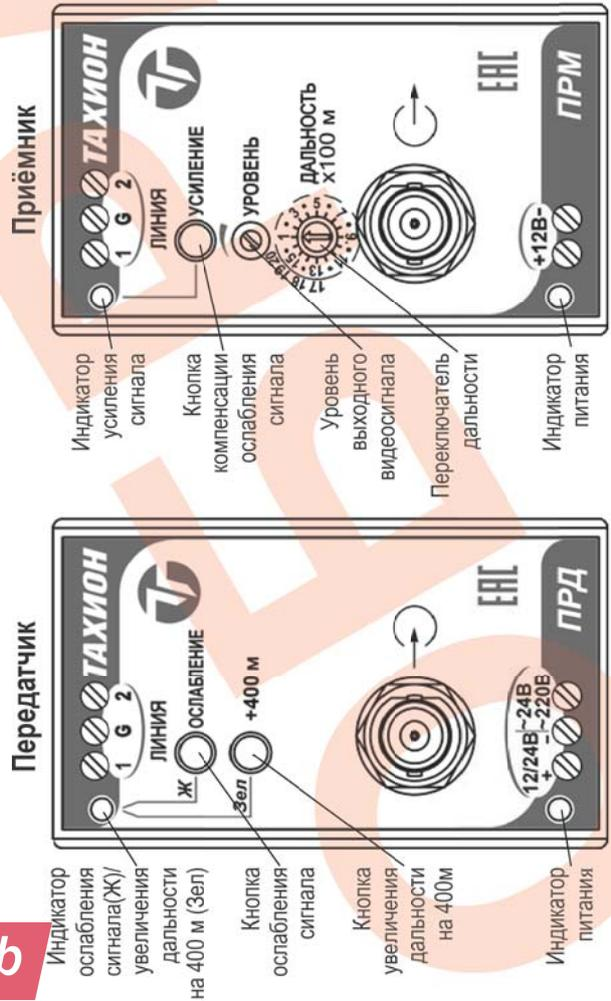

Рис.2 Элементы настройки и индикации
5. Переключателем «ДАЛЬНОСТЬx100 м», расположенным на передней панели приёмника (рис.2), установить значение длины линии по таблице 1.
6.1. Регулировка уровня выходного сигнала (потенциометр «УРОВЕНЬ», рис.2) позволяет выровнять уровни видеосигналов от различных камер на видеовходах аппаратуры коммутации и регистрации. Для точной установки размаха полного видеосигнала от уровня синхронизирующих импульсов до уровня белого, равного 1В на нагрузке 75 Ом, необходимо использовать осциллограф.
6.2. Для устранения пережёванных помех, возникающих при использовании одного кабеля для передачи удалённого (ослабленного) сигнала и сигнала от близко расположенного (100 м - 600 м) к приёмнику передатчика, рекомендуется использовать кнопки «ОСЛАБЛЕНИЕ» и «УСИЛЕНИЕ» (рис.2). При нажатии, на близко расположенном к приёмнику передатчике, кнопки «ОСЛАБЛЕНИЕ» сигнал ослабляется на 16 дБ, для восстановления сигнала до 0 дБ на соответствующем приёмнике необходимо нажать кнопку «УСИЛЕНИЕ», при этом загорается жёлтый индикатор.